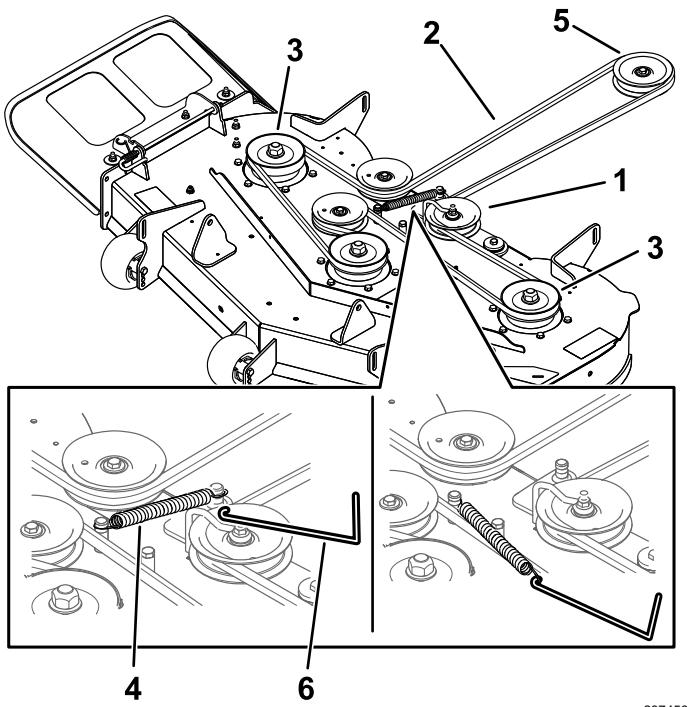

Figure 50
6. À l'aide d'un outil de dépose de ressort (réf. Toro 92-5771), décrochez le ressort du crochet situé sur le tablier pour détendre la poulie de tension et déchaussez la courroie des poulies (Figure 50).
7. Acheminez la courroie neuve autour de la poulie du moteur et des poulies du tablier de coupe (Figure 50).
8. À l'aide d'un outil de dépose de ressort (réf. Toro 92-5771), accrochez le ressort au crochet situé sur le tablier, afin d'exercer une tension sur la poulie de tension et la courroie du tablier de coupe (Figure 50).